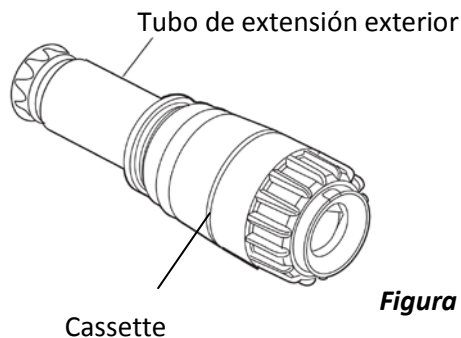

Figura 4
- Retire el cassette (Figura 4) del cuerpo del limpiafondos.